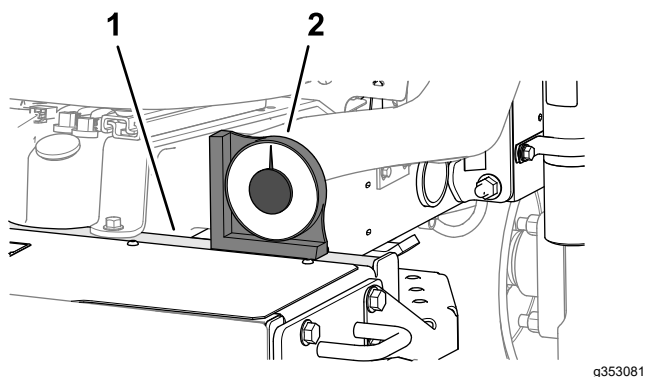

Figura 6
2. Accertatevi che la macchina sia a livello, appoggiando il goniometro portatile (a corredo della macchina) sulla traversa del telaio, accanto al serbatoio del carburante (Figura 6).